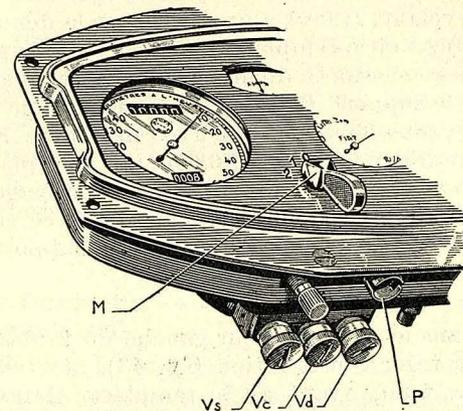

Fig. 43. — Détails du tableau.
**Tableau.** — Dans le côté inférieur gauche du tableau il y a trois fusibles pour protéger l'installation (fig. 43).